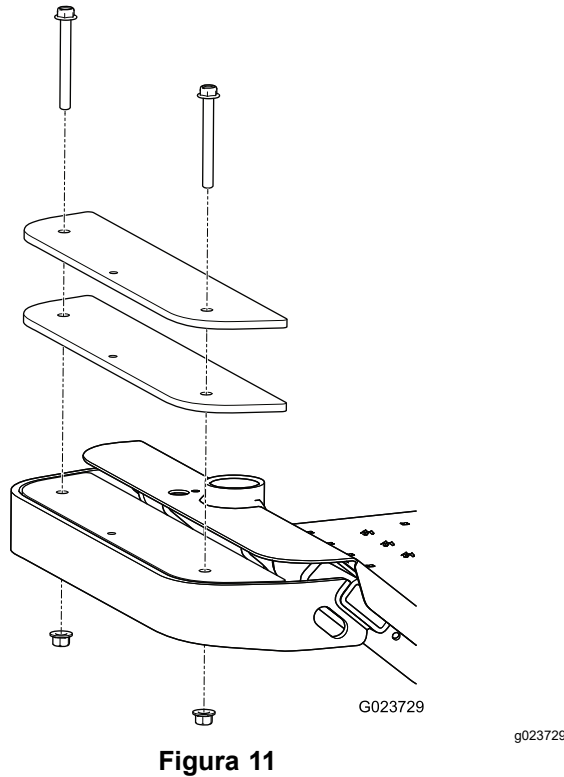

Figura 11
1. Retire los 2 pernos y las 2 tuercas que sujetan los pesos existentes a la parte delantera de la máquina (Figura 11).